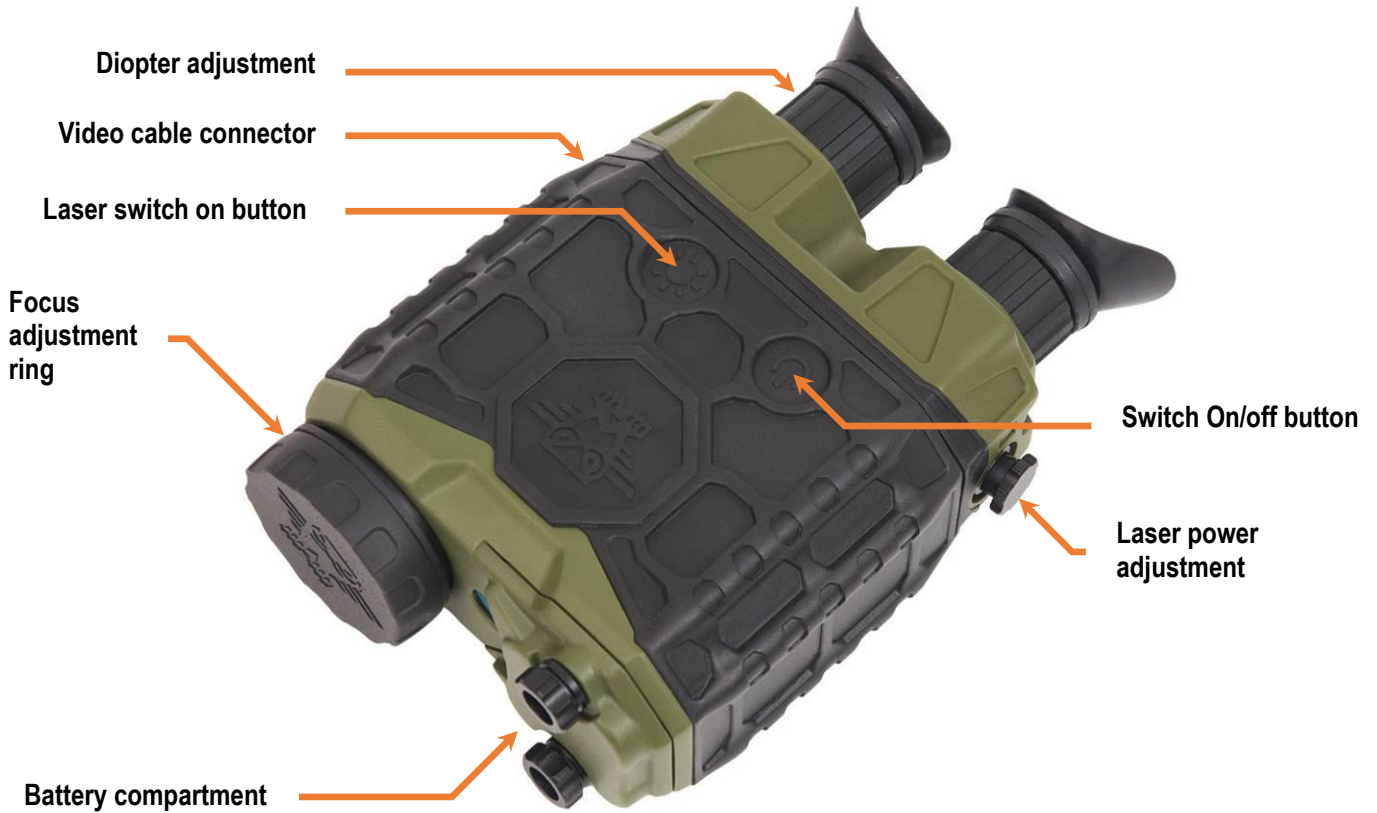

Fig. 3. «GCU-OSD10» controls
1.4.2. General view of «GCU-OSD10» see Fig. 3.